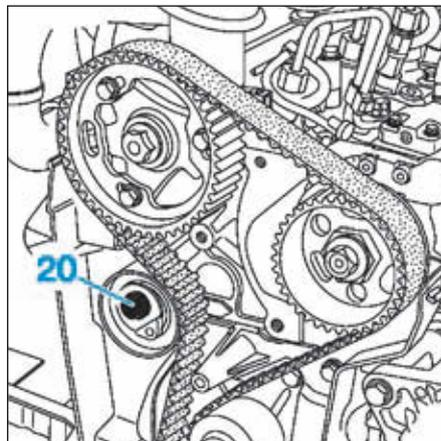

FIG.16
• Desserrer la vis (20) du galet tendeur de la courroie de distribution (Fig.16).